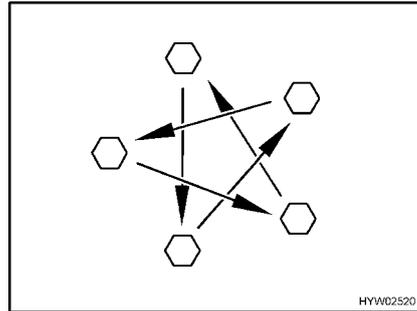

Fig. 198 Apretar las tuercas o los tornillos de las ruedas en forma de cruz
- Comprobar periódicamente que las tuercas o tornillos de las ruedas estén firmemente apretados. Volver a apretar las tuercas de rueda o los tornillos de rueda de una rueda cambiada después de 50 km (Fig. 198). Par de apriete, véase apartado 14.5.2.
- Al utilizar llantas nuevas o recién pintadas, reajustar además las tuercas o tornillos después de 1 000 a 5 000 km aprox (Fig. 198).
- ▷ Apretar en forma de cruz las tuercas o los tornillos de las ruedas (Fig. 198).